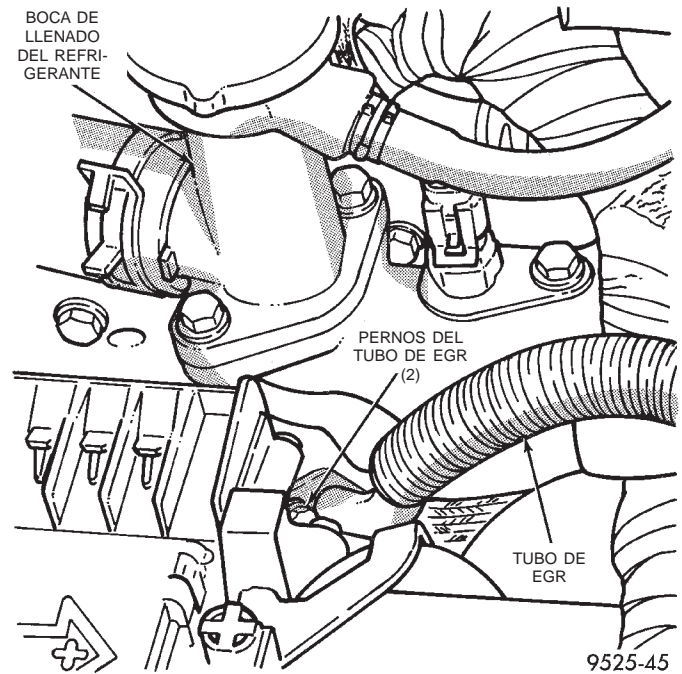

Fig. 13 Tubo de EGR en la válvula de EGR
(2) Retire los tornillos del tubo de EGR a la válvula de EGR (Fig. 13).
(3) Retire el tubo de EGR. Limpie la superficie de la junta en la válvula de EGR. Limpie la arandela de goma en el tubo múltiple de admisión.